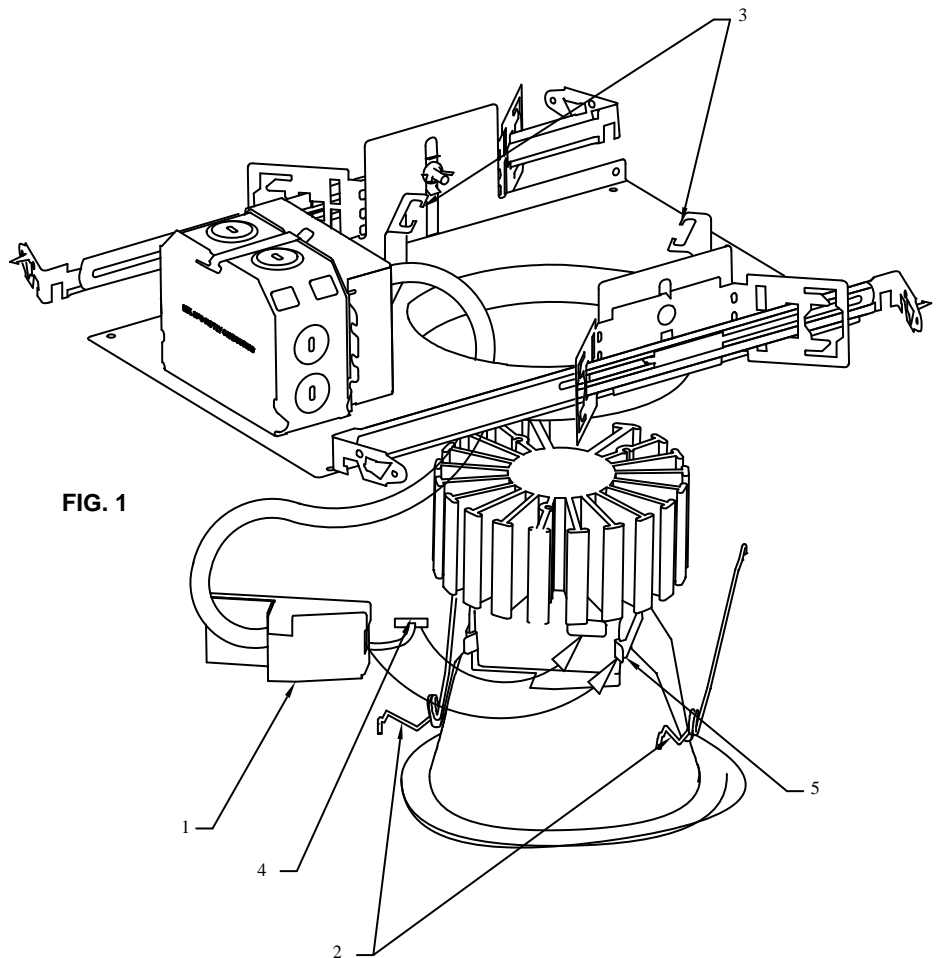

FIG. 1
5. Pull electrical cover (1) down through opening in fixture. (SEE FIG 1)
6. Squeeze two torsion springs (2) together and insert ends into two brackets (3). (SEE FIG 1)
7. Insert connector (4) into module (5) and snap electrical cover (1) onto module assembly. (SEE FIG 1)
5. Tirez le couvercle électrique (1) vers le bas au travers de l'orifice du luminaire. (REPORTEZ-VOUS À LA FIG. 1)
6. Serrez deux ressorts de tension (2) ensemble et insérez les extrémités dans deux supports (3). (REPORTEZ-VOUS À LA FIG. 1)
7. Insérez le connecteur (4) dans le module (5), puis enclenchez le couvercle électrique (1) sur l'assemblage du module. (REPORTEZ-VOUS À LA FIG. 1)